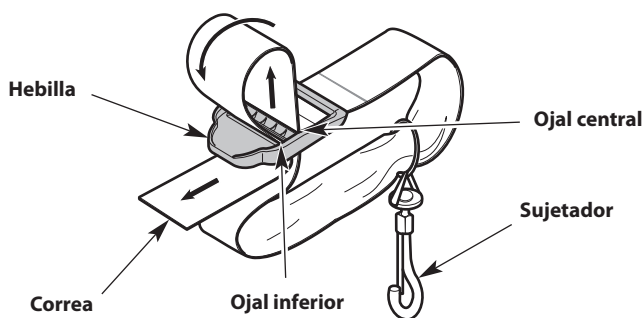

Fig. 6
1. Haga pasar la correa hacia arriba por el ojal central de la hebilla (Fig. 6).
2. Doble la correa sobre sí misma y hágala pasar por el ojal inferior de la hebilla (Fig. 6).